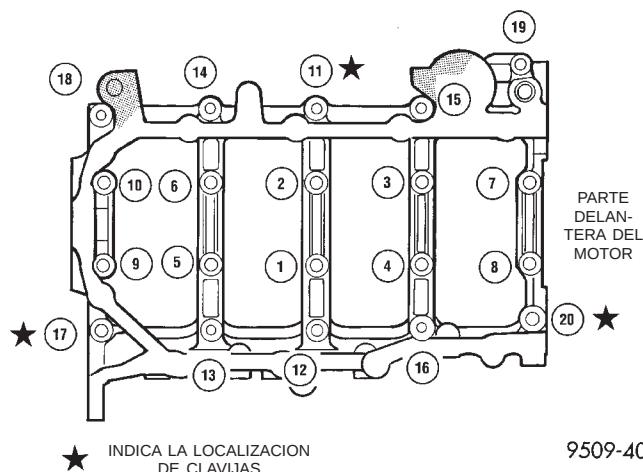

Fig. 106 Secuencia de torsión de las tapas de cojinete principal/bancada
juntos hasta que la bancada haga contacto con el bloque de cilindros. Apriételos con una torsión de 30 N·m (22 lbs. pie) (Fig. 106).
(8) Instale los pernos de la bancada de cojinete principal al bloque del motor (1-10) y ajuste cada perno con una torsión de 81 N·m (60 lbs. pie) en la secuencia que se muestra en la (Fig. 106).
(9) Instale los pernos de la bancada del cojinete principal al bloque del motor (11-20) con pernos espárragos de deflector en las posiciones 12, 13 y 16 y ajuste cada perno con una torsión de 30 N·m (22 lbs. pie) según la secuencia que se muestra en la (Fig. 106).
(10) Después de instalar la bancada de cojinete principal, verifique la torsión de giro del cigüeñal. Esta no debe exceder 5,6 N·m (50 lbs. pulg.).
(11) Instale la bomba de aceite. Si debe verificarse el juego longitudinal del cigüeñal, consulte los procedimientos de servicio en esta sección.
(12) Instale la rueda dentada del cigüeñal.
(13) Instale el colector de aceite.